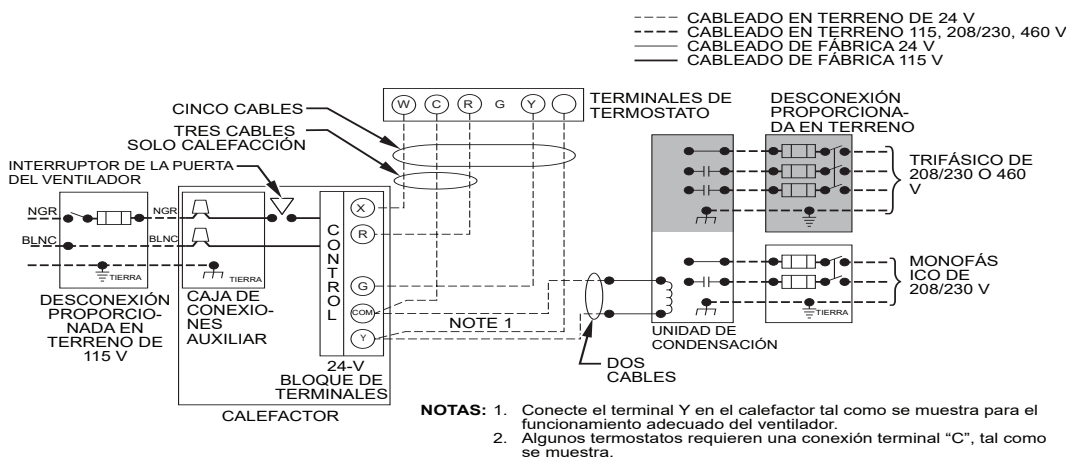

Fig. 40 – Diagrama de cableado monofásico típico
6. Conecte los cables de alimentación y neutro a los cables de alimentación del calefactor (consulte la Fig. 40).
5. Conecte los cables de alimentación y neutro del sitio a los cables de alimentación del calefactor (consulte la Fig. 40).